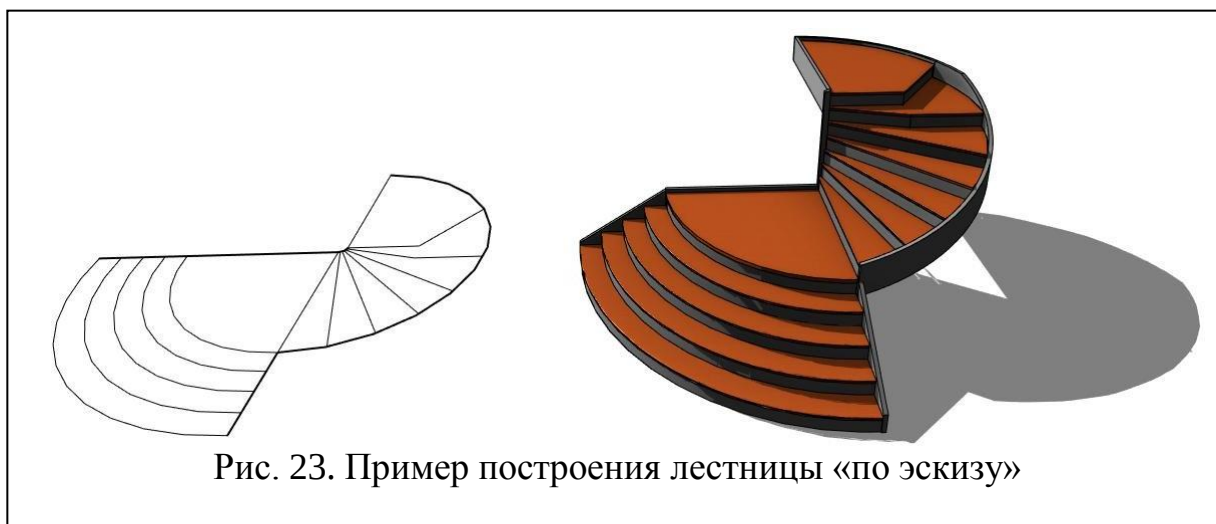

Рис. 23. Пример построения лестницы «по эскизу»
-  →  Основной компонент лестницы «Пролет». Форма пролета может быть «Прямой» (рис. 23 А), «Винтовой» (рис. 22 В) и «Г/П-образной» (рис. 23 С, D) – с забежными ступенями. В «Свойствах» пролета с «забежными ступенями» можно указать количество «параллельных линий проступи в начале/конце». В режиме построения «по эскизу» можно задать нестандартную форму границам и ступеням пролета.
2. →  Команда «Лестница → По эскизу» (вкладка «Архитектура», панель «Движение»). Позволяет построить всю лестницу по эскизу (рис. 23);
ВНИМАНИЕ! Для лестниц «по эскизу» с произвольной геометрией ступеней (рис. 23) не рекомендуется использовать «монолитные» конструкции;